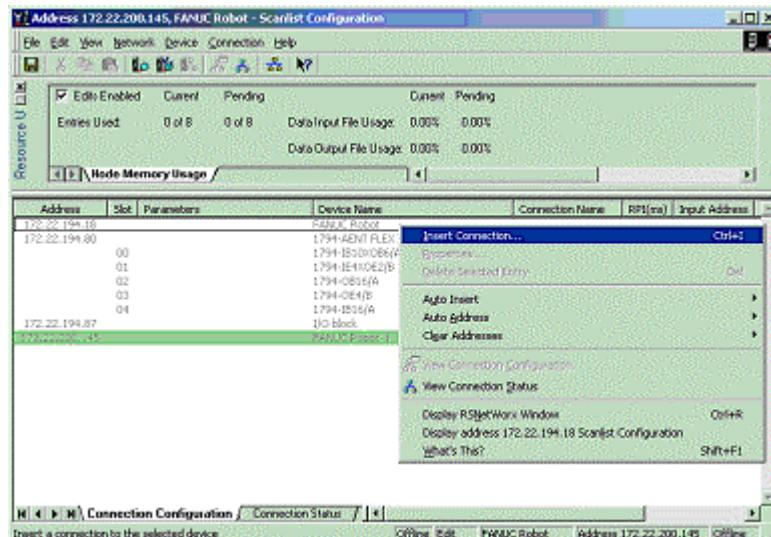

图 A.3 Insert Connection 画面
7. 弹出标题为“FANUC Robot –Scanlist Configuration”的新窗口。此设定窗口中,右键点击要在机器人的扫描清单中追加的设备,选择Insert Connection(插入连接)。请参阅图 A.3。